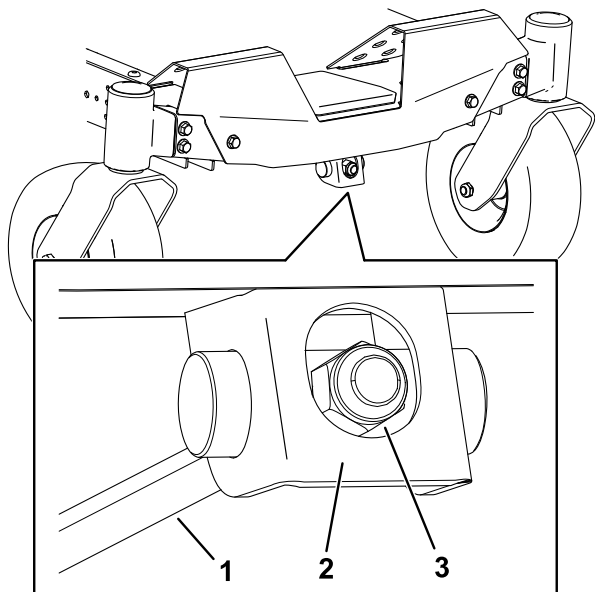

Figura 70
1. Ruotate il dado di regolazione nella parte anteriore del tosaerba (Figura 70).